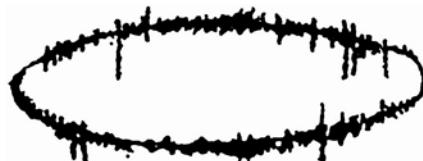

图 12
(8) 继电器、接触器、辉光管等动作 (图 12), 波形特征: 波形不规则或间断出现, 同试验电压无关。原因: 热继电器、接触器和各种火花试验器及有火花放电的记录器动作时产生。